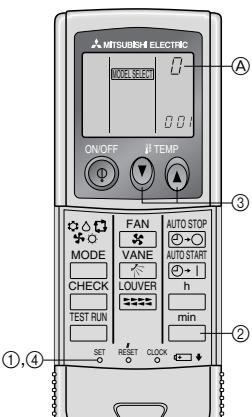

Fig. 7-7
**4) Assegnazione di un comando a distanza a ciascuna sezione interna (Fig. 7-7)**